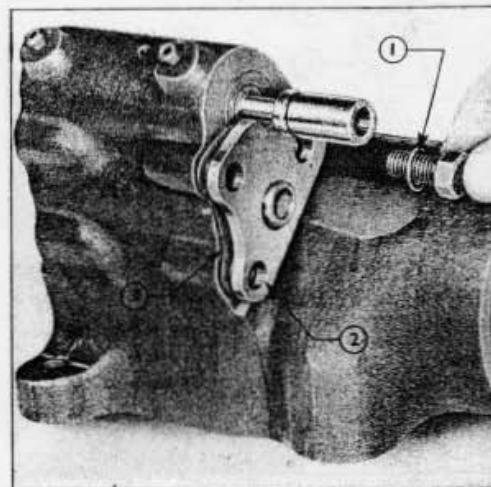

Fig. 20
6. Extraire les 3 vis fixant le couvercle arrière sur le cylindre de relevage, et déposer le couvercle et son joint. On remarquera qu'il existe une rondelle d'étanchéité en cuivre sous la tête de la vis située entre le clapet de commande et le cylindre de relevage (fig.20). Cette vis s'adapte dans l'extrémité taraudée d'une canalisation longitudinale par laquelle l'huile s'échappe du cylindre de vérin. (Ce passage communique également avec un petit perçage vertical situé près du bouchon de désablage, au bas du cylindre).
NOTE - Ne pas oublier que la vis située entre le clapet de commande et le cylindre de vérin s'adapte sur l'extrémité d'une canalisation de retour longitudinale pratiquée dans le cylindre. Il y a donc lieu de monter sous la tête de cette vis une rondelle d'étanchéité en cuivre pour empêcher les fuites (fig. 20).